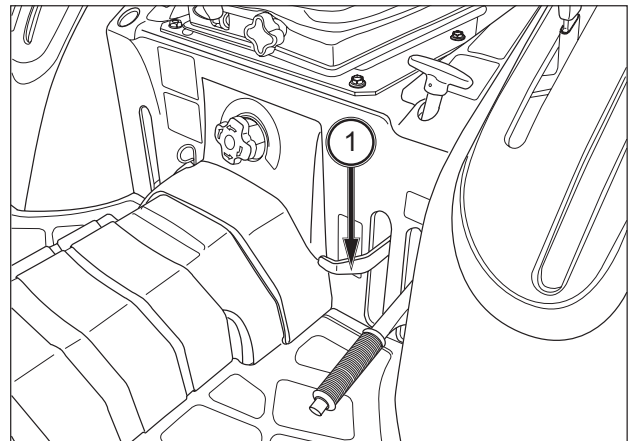

ABB. 53
**ABB. 53:** Wenn das Differentialsperrpedal (1) betätigt wird, werden die Hinterachsgetriebe zusammengeschaltet, damit die Antriebskraft auf beide Hinterräder übertragen wird. Dies ist insbesondere beim Arbeiten auf unbefestigtem oder rutschigem Untergrund wichtig. (Mechanisches Getriebe)